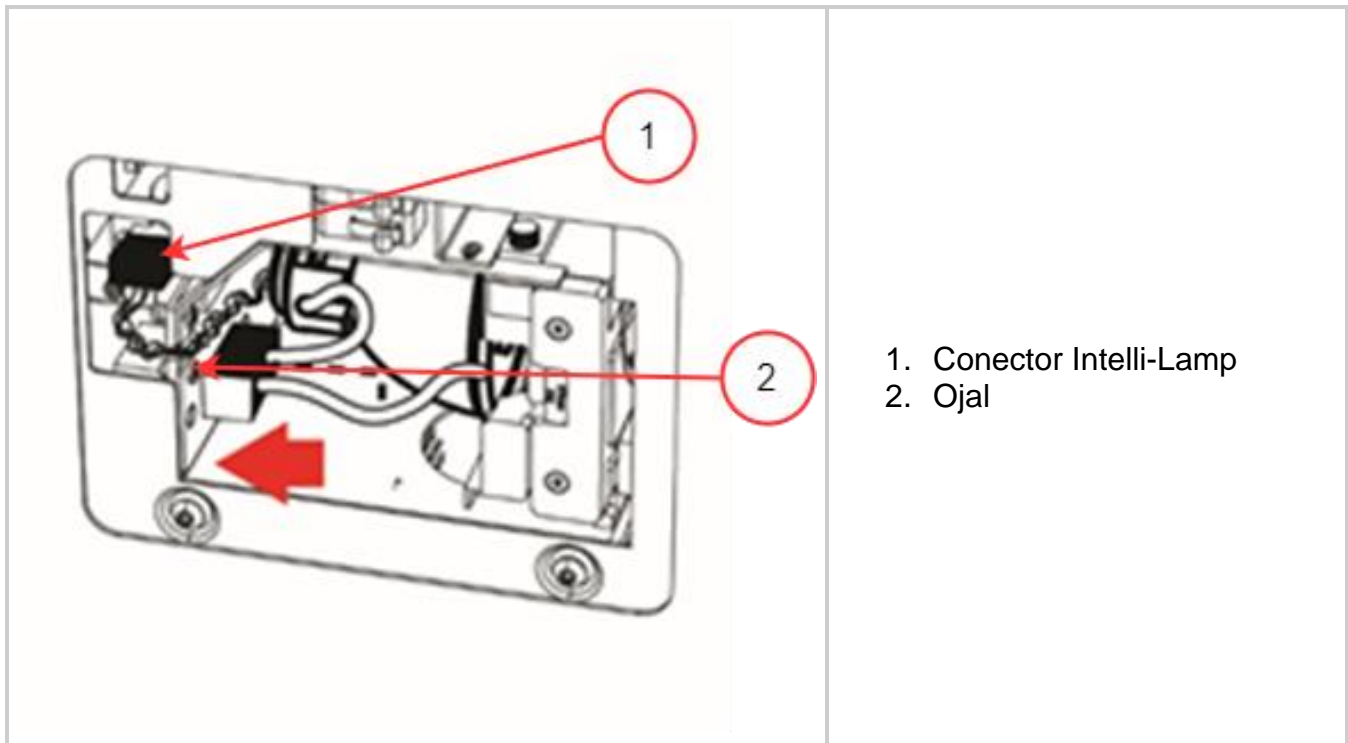

Figura 3-6 Conexiones de la lámpara
2. Introduzca los cables de la Intelli-Lamp en el ojal que se muestra en la **figura 3-6** o, de lo contrario, podría obstruir el cierre de la puerta del panel.